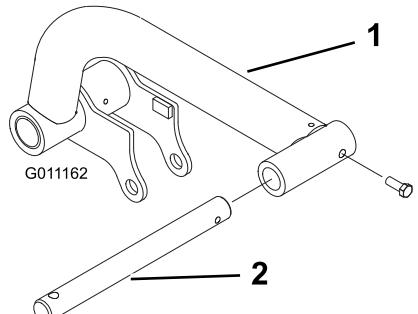

Figura 11
- Inserite un'asta orientabile in ogni braccio di sollevamento e allinate i fori di montaggio (Figura 11).